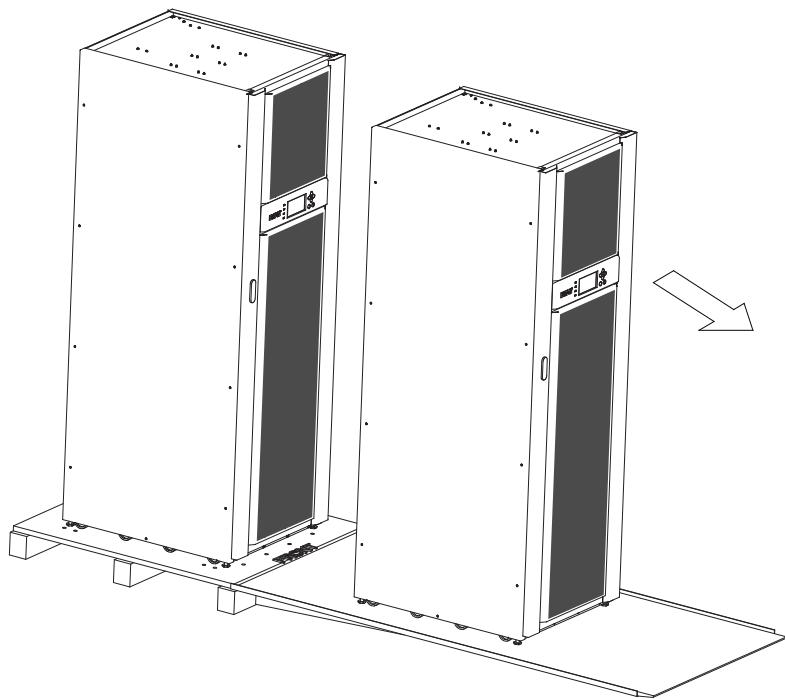

Рис. 4-4: Скатывание шкафа по уклону
6. Медленно катите шкаф по направлению к лицевой части поддона. Продолжайте катить шкаф по уклону до тех пор, пока он полностью не сойдет с поддона (см. рисунок 4-4).